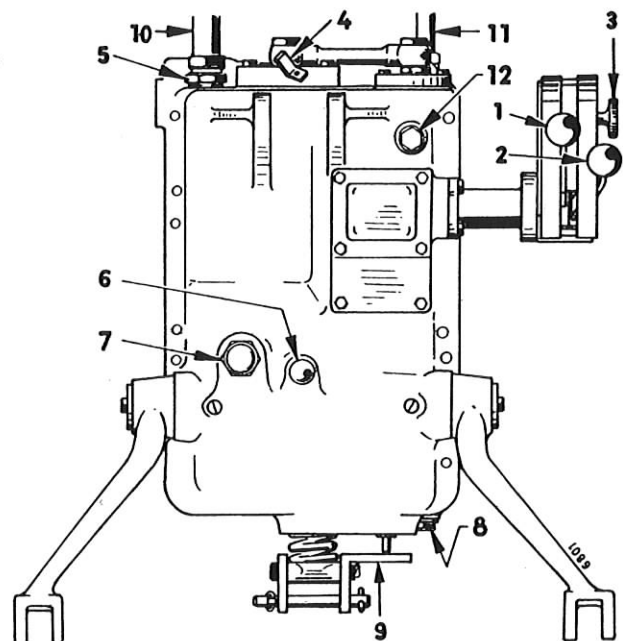
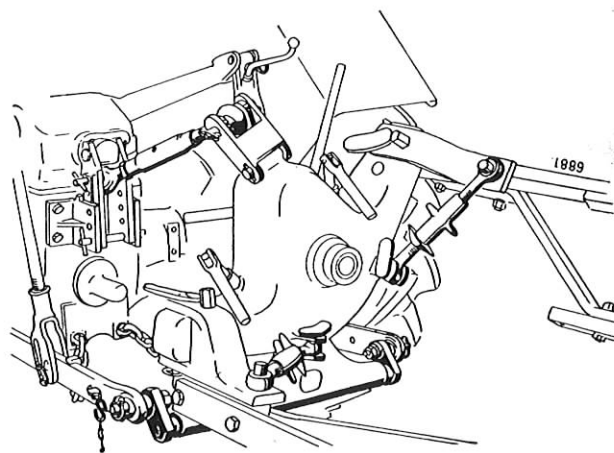
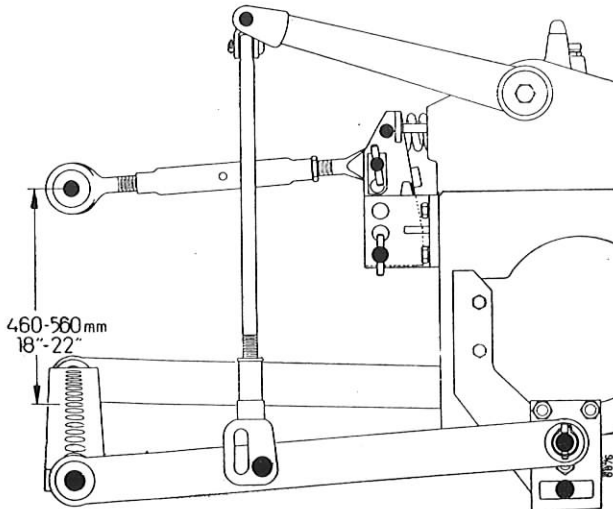

Bild 75
Bild 76
Bild 78
Die Tiefe der Pflugfurche wird nicht mehr wie bei der Normalhydraulik mit Hilfe des oberen Lenkers eingestellt, sondern nur mittels Tiefeneinstellhebel (2), Bild 75. Der obere Lenker selbst hat nur den Zweck, das Gerät parallel zur Furchensohle zu führen (d. h. vorderer und hinterer Pflugkörper müssen gleich tief gehen) und die Regelkraft zu übertragen. Die Länge des oberen Lenkers bei einmal erreichter paralleler Stellung des Pfluges zur Furchensohle ist auch bei Tiefenänderungen der Furche nicht mehr zu verändern. Nur bei extremen Abweichungen bei Saatzpflügen und Schälen können geringfügige Änderungen erforderlich werden.
Um das Öl einzufüllen, das Belüftungsfilter (7) Bild 75 heraus-schrauben. Durch die Öffnung das Öl bis zur Ölstand-marke des Meßstabes einfüllen. Hierbei ein feinmaschiges Sieb verwenden. Der Meßstab ist am Belüftungsfilter be-festigt. Um zu messen, den Filterkörper nicht einschrauben, sondern auf den Rand der Bohrung aufsetzen.
Lageneinstellhebel (1) Bild 75 ganz nach unten schie-ben, das ist zugleich Schwimmstellung.
Der Anschlußpunkt am Pflug für den oberen Lenker muß von den Pfluganschlußpunkten für die unteren Lenker einen Abstand von mindestens 460 mm, höchstens 560 mm haben, Bild 78. Trifft dies nicht zu, so müssen die Anschlußpunkte am Pflug entsprechend verlegt werden.
Sollten hierbei im oberen Lenker bei der Arbeit weder Zug- noch Druckkraft vorhanden sein und dieser lose hängen, so müssen die Anschlußpunkte für die unteren Lenker am Pflug noch weiter nach oben verlegt werden, Bild 76 und 77, wobei das Maß zum oberen Koppelpunkt 460 mm jedoch nicht unterschreiten soll, siehe Bild 78. Anzustreben ist hier ein Maß von 550 mm.
Der Geber (9), Bild 75, hat außer den drei Bohrungen, welche mit dem Anschlußbock übereinstimmen, am freien Ende zwei Bohrungen für den Anschluß des oberen Lenkers. Die Empfindlichkeit der Regelhydraulik wird wesentlich durch die Befestigung des oberen Lenkers in der unteren oder oberen Bohrung beeinflusst, Bild 78.
Von Zeit zu Zeit muß das Ansaugfilter (5), Bild 75, gereinigt und das Öl gewechselt werden.
Ablaßstopfen (8), Bild 75, herausschrauben und das herausfließende Öl auffangen.